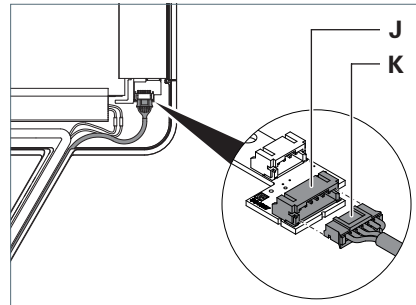

Fig. 6: Leuchtenkopf anschließen, Teil 2.
- ▶ Verbinden Sie die Buchsenleiste **K** mit der Stiftleiste **J** im Leuchtenkopf, siehe Fig. 6.